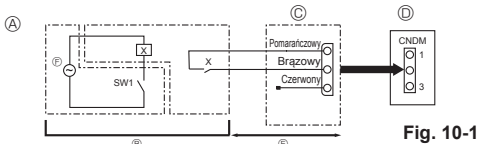

Fig. 10-1
10.1. Tryb pracy cichej (modyfikacja wykonana w miejscu przeznaczenia) (Fig. 10-1)